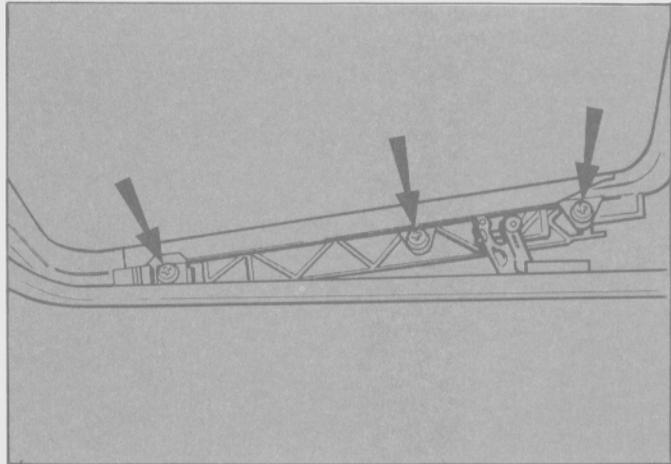

Fig. 326 - Tornillos de sujeción del mecanismo del techo al cristal.
- Aflojar los tornillos de retención delantero y trasero (Fig. 326).
- Aflojar los tornillos de retención central y trasero (Fig. 326).